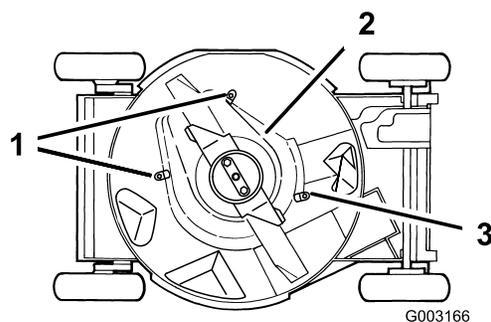

Figure 37
6. Débloquez les pattes qui fixent la protection du système BBC à la tondeuse en desserrant les écrous ou les boulons sur les pattes (Figure 37). Tournez les pattes à 180° pour les écarter.